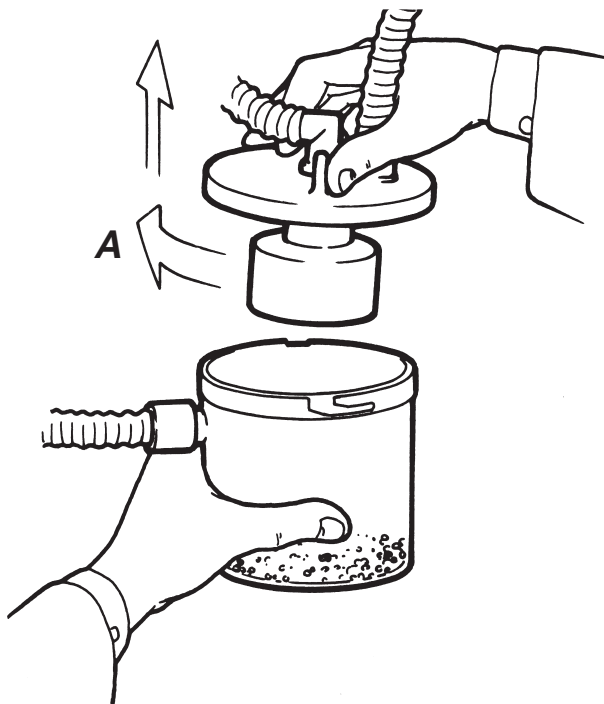
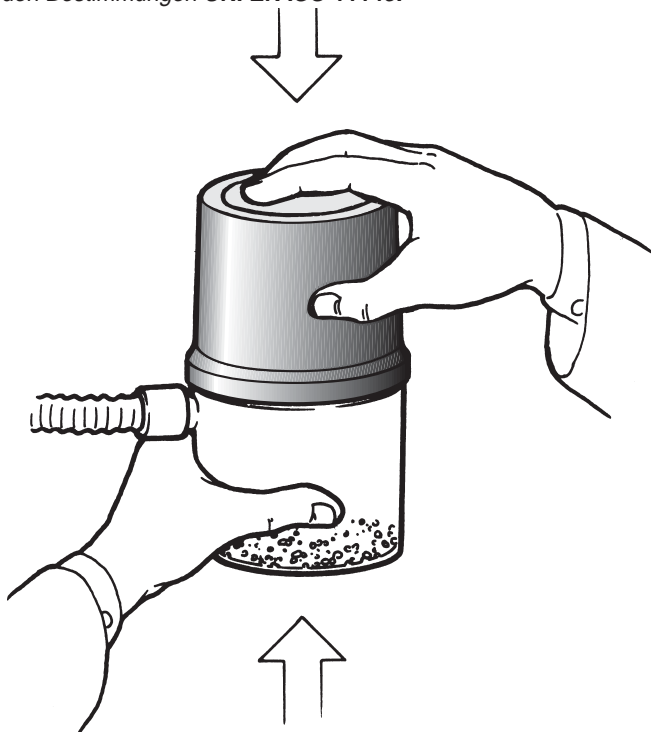

Fig. 3
Fig. 4
Per liberare dall'amalgama il separatore è necessario: inclinare il separatore in modo che la maggior parte del liquido dreni, fig. 2, operare con lentezza perchè non esca l'amalgama, togliere il coperchio art. 201060 girandolo nel senso indicato dalla freccia A fig. 3, appoggiare il recipiente a perdere per il trasporto dei rifiuti di amalgama art. 043010 tenendolo pressato sul separatore art. 201100 fig. 4, capovolgere rapidamente e scuotere in modo che i rifiuti di amalgama passino completamente dal separatore al recipiente a perdere fig. 5.
the direction shown by arrow A (figure 3); put the disposable amalgam container item 043010 on top of the separator item 201100 and keep it pressed (figure 4); quickly turn upside down and shake both containers so that all amalgam waste drops into the disposable container (figure 5).
Pour enlever l'amalgame du séparateur il faut : pencher le séparateur très lentement (pour ne pas disperser l'amalgame) de façon à permettre l'écoulement du liquide (fig. 2), enlever le couvercle art. 201060 en le tournant dans le sens de la flèche A fig. 3, appuyer et presser le bac à amalgame à usage unique art. 043010 sur le séparateur art. 201100, fig. 4, renverser rapidement les deux bacs et les secouer pour que tous les déchets passent du séparateur au bac à amalgame (fig. 5). Remplir le bac à amalgame avec du désinfectant. Le couvercle 201020 garantit une bonne fermeture, mais nous conseillons quand même de l'assurer avec du ruban adhésif (fig. 6) **garder toujours le récipient vertical et le manier avec attention.** L'écoulement de l'amalgame récupéré (toxique, nocif et contaminant) doit être effectué par des sociétés autorisées. La liste des sociétés de recyclage est disponible auprès des Chambres de Commerce. Pour d'autres informations, s'adresser aux autorités locales ou aux associations professionnelles. Le revendeur autorisé et le fabricant sont à votre disposition pour informations, conseils et pièces détachées. Les essais d'entretien doivent se faire sur des appareils nouveaux, pour éviter tout risque de contamination. Cet appareil n'est pas conforme aux normes internationales.
Amalgam wird auf folgender Weis aus dem Separator entfernt: den Separatorbehälter langsam kippen (um dia Amalgam nicht zu versprengen) und die Flüssigkeit entleeren (Abb. 2); Deckel Art. 201060 Richtung Pfeil A drehen (Abb. 3); Einwegbehälter für Amalgamabfälle Art. 043010 mit Separator Art. 201100 zusammensetzen (Abb. 4); sofort umkippen und schütteln, so dass alle Amalgamabfälle aus dem Separator in den Einwegbehälter fallen (Abb. 5). Die Einwegschale mit Desinfektionsmittel füllen. Deckel 201020 sichert einen guten Abschluss, wir raten Ihnen aber den Deckel mit Klebeband zu zichern (Abb. 6), **Den Behälter stets vertikal halten und mit Vorsicht handhaben.** Das rückgewonnene Amalgam (verunreinigtes und giftiges Produkt) muss von einem dafür zugelassenen Betrieb entsorgt werden. Bei der Handelskammer erhalten Sie eine Liste dieser Entsorgungsbetriebe. Für weitere Informationen wenden Sie sich an die örtlichen Behörden und zuständigen Gewerkschaften. Der Vertragshändler und der Hersteller stehen Ihnen für weitere Informationen, Ratschläge und Ersatzteile zur Verfügung. Bei neuen Geräte rät es sich die Wartungsproben vor ihrem Ersteinsatz durchzuführen um eine Kontaminierung ausschließen zu können. Dieses Gerät entspricht nicht den internationalen Bestimmungen, unsere Modelle **Hydrozyklon ISO** dagegen entsprechen den Bestimmungen **UNI EN ISO 11143.**